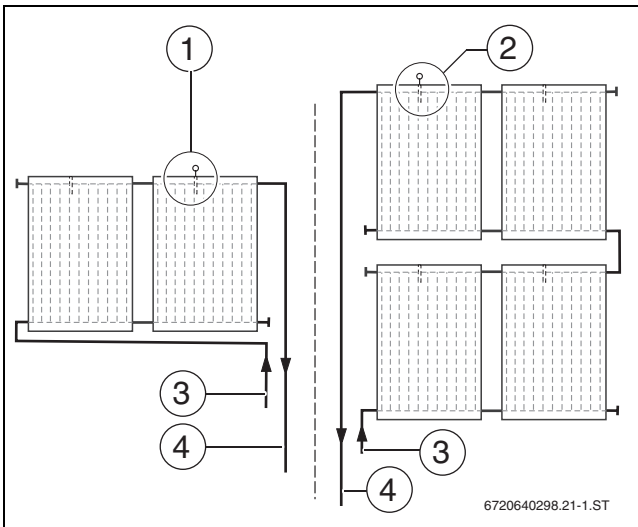

Bild 49 Position des Kollektorfühlers
- ▶ Kollektorfühler in den Kollektor mit dem angeschlossenen Vorlauf montieren (→ Bild 49).